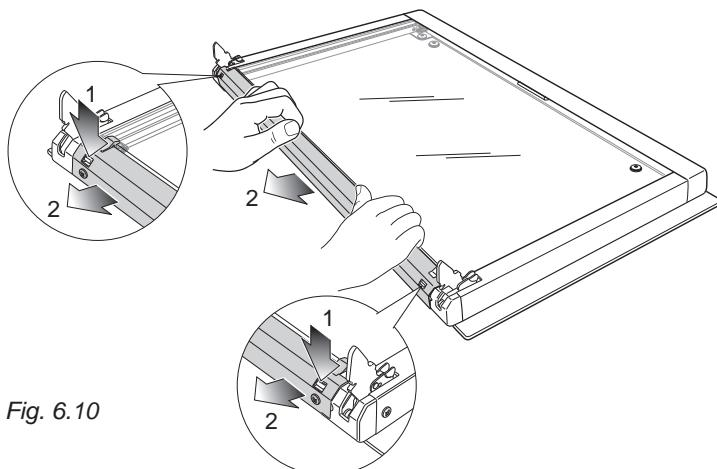

Fig. 6.10
- VIKTIG:** Ovnsdøren skal ligge vannrett som vist på Fig. 6.10.